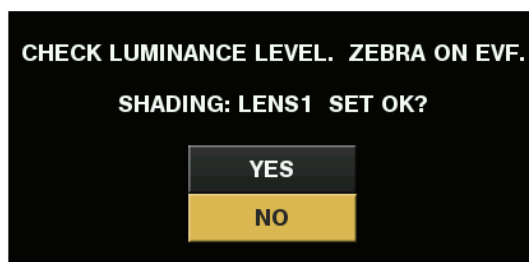

Fig. 1
- Le message [CHECK LUMINANCE LEVEL. ZEBRA ON EVF.] s'affiche à l'écran. (Fig. 1)